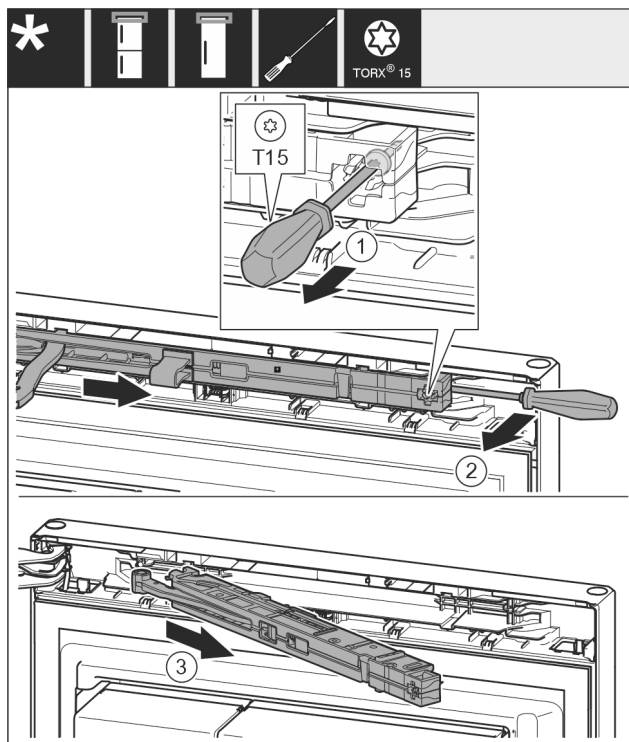

Fig. 11
- ▶ Afloje el tornillo en la unidad de amortiguador de cierre aprox. con un destornillador T15 de aprox. 14 mm. Fig. 11 (1)
- ▶ Desplácelo con un destornillador por el lado del tirador detrás de la unidad de amortiguador de cierre y gire la unidad hacia delante. Fig. 11 (2)
- ▶ Extraiga la unidad de amortiguador de cierre. Fig. 11 (3)